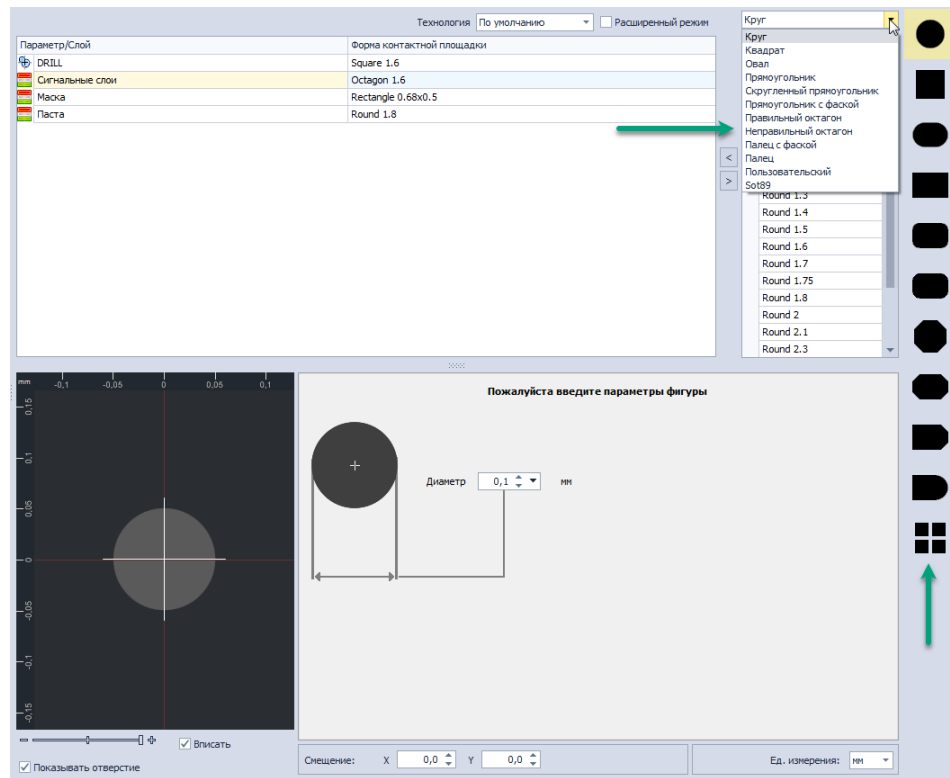

Рис. 50 Выбор фигуры для слоя контактной площадки
2. Выбрать необходимый тип фигуры из перечня в правой части окна, либо воспользоваться выпадающим списком см. Рис. 50.